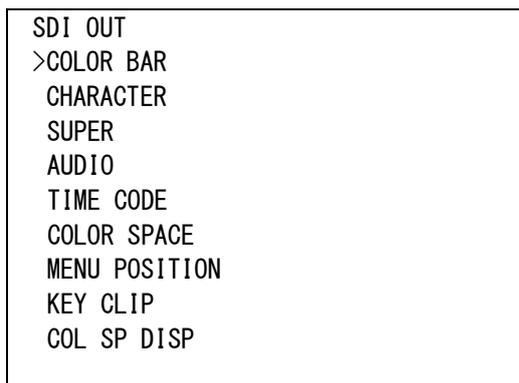

図4-95 オンスクリーンメニュー(4K-QL SDI OUT例)
- 1) メインメニューで「SDI OUT[SDI]」を選択し、**ENTER**ボタンを押すと図4-95のような設定メニューが表示されます。